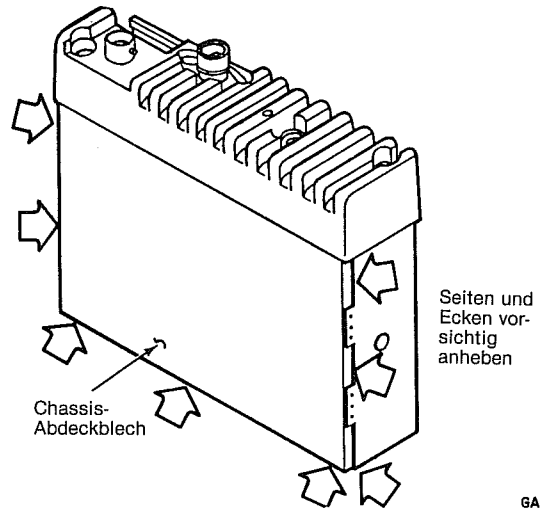

Abbildung 10
(2) Das Chassis-Abdeckblech an den Enden leicht anheben und dann entfernen (siehe Abbildung 10). Darauf achten, daß das Abdeckblech nicht verbogen wird.